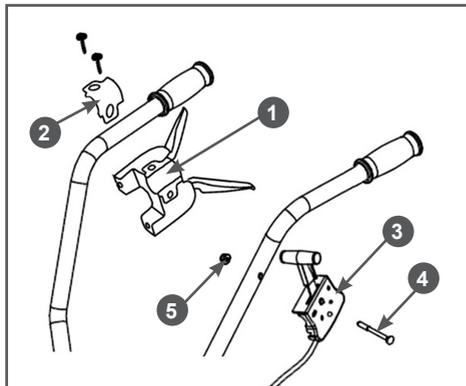

Рис. 10 Установка рычагов включения хода и газа
- Установите на правую рабочую рукоятку кронштейн 1 с рычагами включения переднего и заднего хода (Рис. 10). Для этого выполните следующее: открутите два винта крепления скобы и снимите скобу 2 крепления с кронштейна рычагов включения переднего и заднего хода. Установите кронштейн 1 снизу на правую рабочую рукоятку, а сверху приложите скобу крепления. Совместите отверстия в кронштейне и скобе и закрутите винты крепления, не затягивая их. Отрегулируйте положение кронштейна на рабочей рукоятке так, чтобы правой рукой было удобно по очереди нажимать и на рычаг включения переднего и на рычаг включения заднего хода. После окончательной регулировки плотно затяните винты крепления скобы (Рис. 10).
10. Установите на левую рабочую рукоятку рычаг 3 газа (Рис. 10). Для установки рычага 3 газа совместите отверстия в левой рабочей рукоятке и корпусе рычага 3 газа, вставьте в отверстие болт 4 и закрутите гайку 5 до упора (Рис. 10).